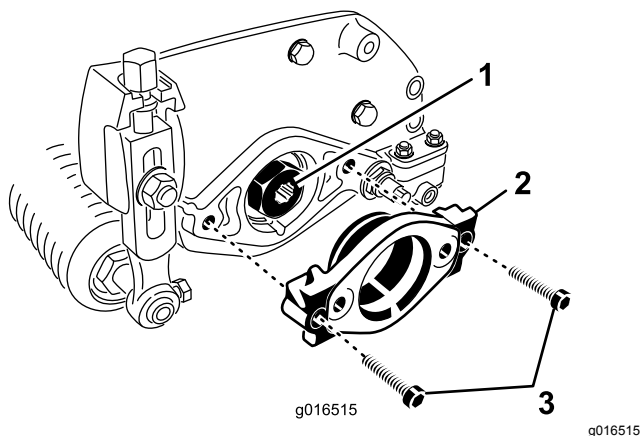

図 8
2. カッピングユニットの左側にモータマウントを固定している六角ボルト2本を外す。モータマウント取り付け部を取り外す 図 8。
3. 駆動スプライン内側面にグリスを塗る 図 8。
4. カッピングユニット左側で、モータマウントの Oリングに薄くオイルを塗り、先ほど取り外した六角ボルト2本を使ってモータマウントをカッピングユニットに取り付ける 図 8。ボルトを16-20 N・m 3.7-4.6 kg・m = 12-15 ft-lbにトルク締めする。